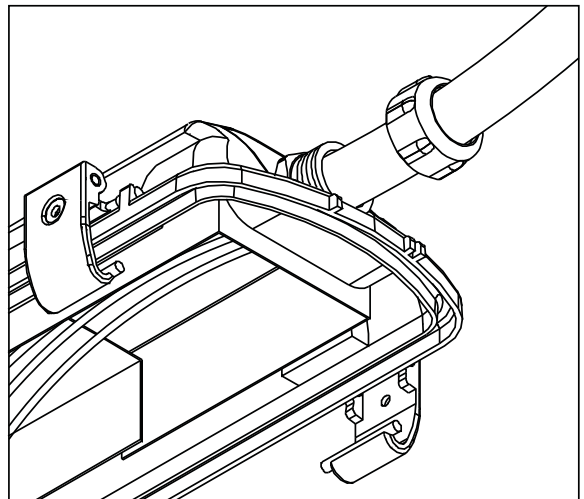

Figure 6
13. Insert conduit assembly into fitting installed on end of fixture. Securely tighten locknut onto fitting. **See Fig 6**
14. Make wire connections by connecting bare copper or green supply wire to both green fixture wires with wirenut (8). Connect black supply wire to black fixture wire and white supply wire to white fixture wire with wirenut.
13. Insérez l'assemblage du conduit dans la portion du raccord installée sur l'extrémité du montage. Serrez solidement le contre-écrou sur le raccord de montage. Voir la fig 6
13. Inserte el conjunto del conducto dentro de la parte del conector instalada en el extremo del montaje. Apriete firmemente la tuerca de seguridad en el conector del montaje. Vea Fig. 6